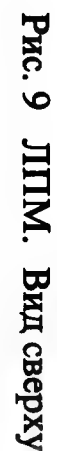

Рис. 9 ЛПМ. Вид сверху
а) Фонограмма воспроизводится в медленном темпе - следует запустить ЛПМ в холостом режиме (без кассеты) и обратить внимание на пассик (рис.10 под 10): не замаслен ли он, не проскальзывает ли на Вашем моторе и маховике тонвала (рис.9 под 2,3). Если же это ни к чему не привело, следует искать неисправность в моторе.
б) Фонограмма воспроизводится в ускоренном темпе - следует обратить внимание на прижим прижимного ролика и тонвала (рис.9 под 1,2), проверив пружину прижимного ролика (рис.9 под 3), или искать неисправность в моторе. Не следует забывать, что автомагнитола должна работать при напряжении не более 14-15V. Если же напряжение в бортовой сети автомобиля выше номинала, соответственно приводной двигатель ЛПМ будет работать с большими оборотами.
а) Мотор не работает. Проверьте подачу питающего напряжения с переключателя (рис.9 под 4) на мотор, в противном случае замените или отремонтируйте мотор.
б) Износ шестеренок - проверьте шестерни маховика тонвала, автостопа, приемного ролика (соответственно рис.10 под 11, 5; рис.9 под 5);
в) Износился тормоз приемного ролика (рис.9 под 5).
4. При заправке кассеты ручка выброса не выходит наружу (рис.9 под 6):
- проверьте фиксатор и пружину фиксатора (рис.9 под 7,8);
- проверьте, при более сильном нажатии ручки выброса приподнимается ли рычаг (рис.9 под 9), а с ним и ложе кассеты (рис.1 под 10); следует обратить внимание и на срабатывание фиксатора (рис.9 под 7) - устранение неисправности, как правило, достигается подгибанием деформированных деталей.
- намагнитилась головка (рис.9 под 11) - размагнитьте или замените головку;
- неотрегулирована головка - винтами (рис.9 под 12) отрегулируйте головку;